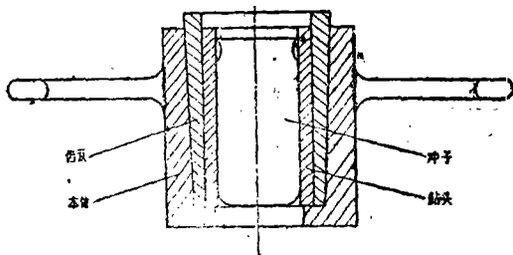

图3 套模
損只剩直径72毫米，我們鏢上三个相当的外出刃，即又成为75的鑽头了，如此反复更新，一个新鑽头能使用2~3次。③以7毫米鋼板，紅爐加热圆轉，再通过冲模（图3、4）經冲击，卸冲模即可取出筒状体，經兩接縫燒焊和内外圈加工等，即成空白鑽头。